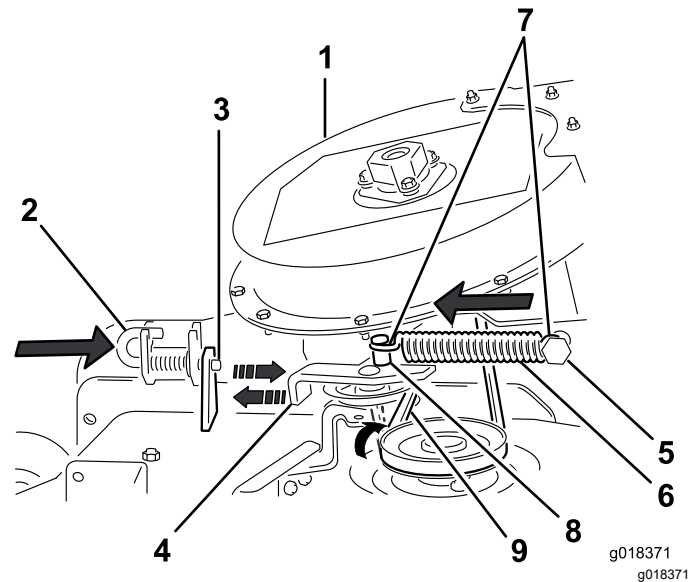

Bild 45
2. Verlegen Sie den Riemen vorübergehend unter der Spannscheibe (Bild 45).
3. Bewegen Sie die Schwenkhalterung der Spannscheibe zur starren Federstrebe und setzen die Feder ein, indem Sie den Federhaken auf der Strebe der Spannscheibenfeder ausfluchten (Bild 45).
4. Ziehen Sie die gefederte Spannscheibe von der starren Federstrebe weg und verlegen Sie den Riemen um die Riemenscheibe am Mähwerk (Bild 45).